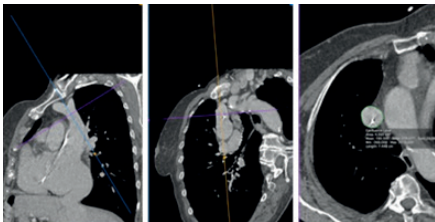

Figura 4: Ajuste los planos
1. Coloque el centro de la intersección de la línea en el punto de interés. Repita para los 3 planos presentados en la pantalla MPR 3D (figura 4).